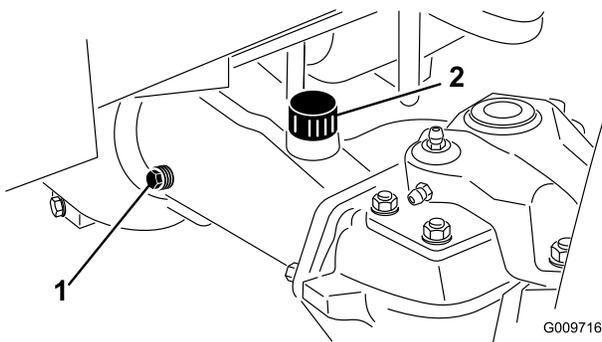

図 66
2. アクスルの一方の端部から点検用プラグ（図 66）を抜き、穴の高さまで潤滑油があることを確認する。量が不足の場合は、給油プラグ（図 66）をはずして補給する。